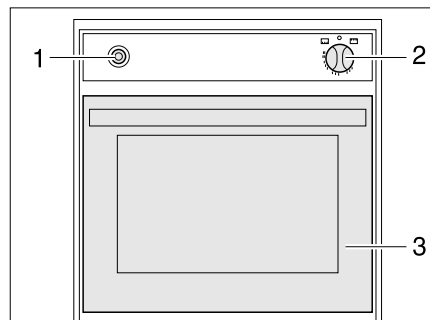

Fig. 324 Forno a gas (Spinflo)
- Aprire completamente lo sportello del forno (Fig. 324,3).
- Premere leggermente il pomello girevole (Fig. 324,2) e metterlo su "🔥" (forno) o "🍖" (grill).
- Premere il pomello girevole (Fig. 324,2) e tenerlo premuto per 5-10 secondi. Il gas fluisce verso il bruciatore.
- Premere l'interruttore di accensione (Fig. 324,1) finché la fiamma non brucia.
- Ruotare il pomello girevole (Fig. 324,2) su "O". La fiamma si spegne.